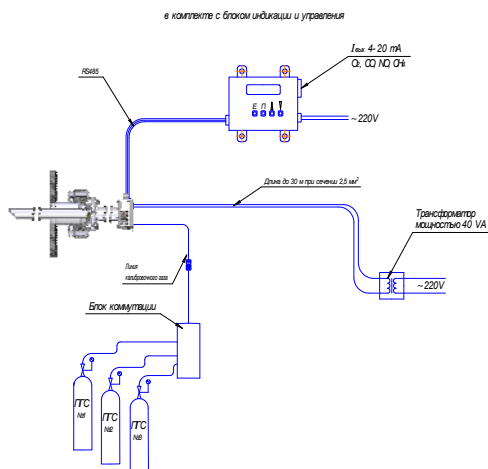

Рисунок 3. Пневматическая схема соединений при калибровке.
10.5.3. Если возможно, демонтировать БД и в соответствии с газовой схемой (Рис. 3), на вход «Калибровка» Блока датчиков подать калибровочную смесь с расходом, достаточным, чтобы на сбросовом ротаметре, подсоединенном к зонду появился расход не менее чем на 0,2 л/мин. Дождаться стабилизации показаний концентрации и нажать клавишу «Ввод». После появления надписи «Записать?» повторно нажать «Ввод» для подтверждения введенных значений.